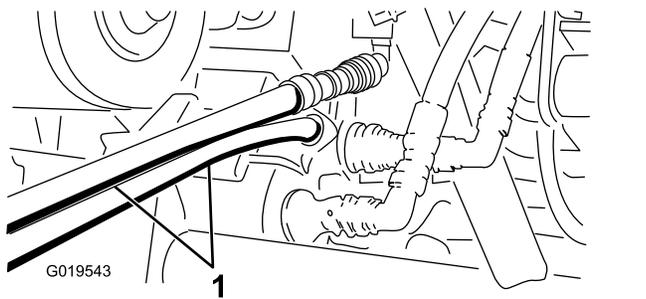

図 78
5. 救援側のワークマンのカップラブラケットにまだついているカップラに、救援用ホースを接続する。上のホースは上のカップラに、下のホースは下のカップラに接続する 図 78。